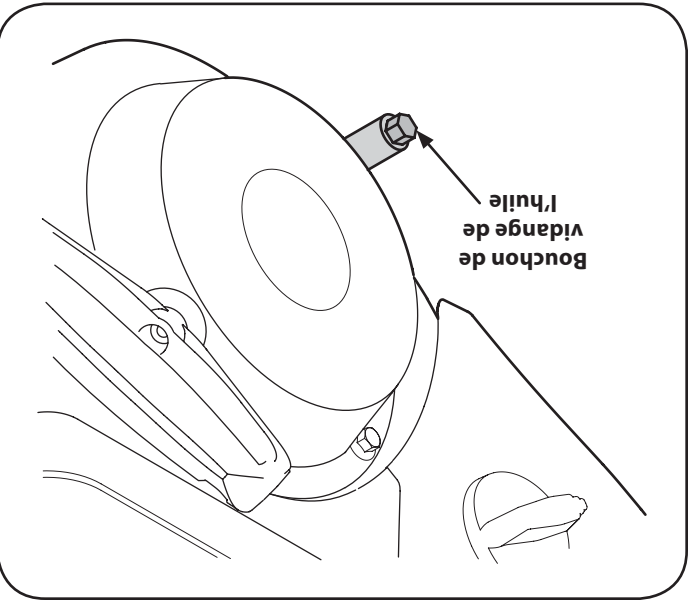

Figure 22
3. Retirez le bouchon de vidange de l'huile. Voir la Fig. 22.